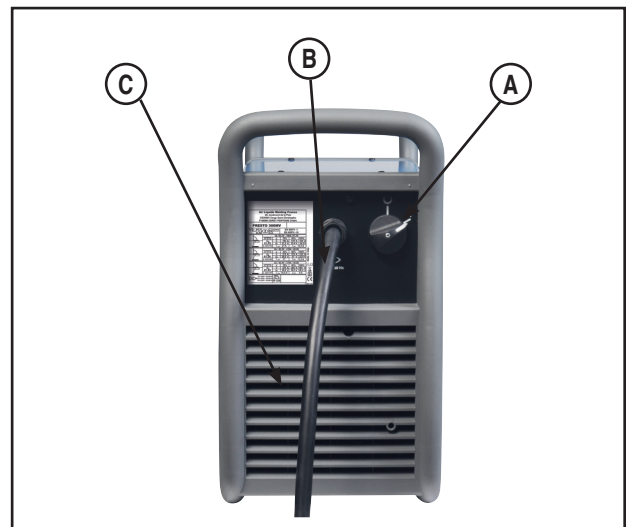

Fig. 3
- C. Ventilateur de refroidissement : le poste a un circuit F.A.N. (Fan As Needed – ventilation à la demande) à l'intérieur, qui allume (ON) ou éteint (OFF) le ventilateur automatiquement. Cette caractéristique réduit la quantité de saleté qui peut être aspirée à l'intérieur de la machine et réduit la consommation d'énergie. Lorsque la machine est allumée (ON) (Réf. A – Fig. 3), le ventilateur se met en marche (ON). Le ventilateur continue de tourner chaque fois que la machine est en train de souder. Si la machine n'est pas utilisée pour la soudure pendant plus de cinq minutes, le ventilateur s'éteint (OFF).
- Allumer (ON) la machine (Réf. A – Fig. 3)** et sélectionner le mode de soudage (Réf. 19 – Fig. 8).
8. Allumer (ON) la machine (Réf. A – Fig. 3). L'unité va démarrer avec le même réglage des paramètres précédents.
IMPORTANT : LORSQUE LA MACHINE EST SOUS TENSION (RÉF. A – FIG. 3) LA LED VERT DE MISE SOUS TENSION (ON) EST ALLUMÉE (RÉF. 10 – FIG. 8) EN MÊME TEMPS QUE L'UNE DES LED DE LA TENSION D'ENTRÉE (RÉF. 7, 8, 9 – FIG. 8) POUR INDIQUER LA CARACTÉRISTIQUE DU SECTEUR BRANCHÉ AU POSTE.